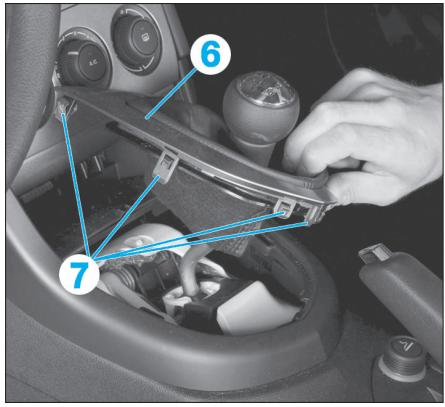

Fig. 3
- Dégrafer en (7) l'enjoliveur du soufflet du levier de vitesses (6) (Fig.3).